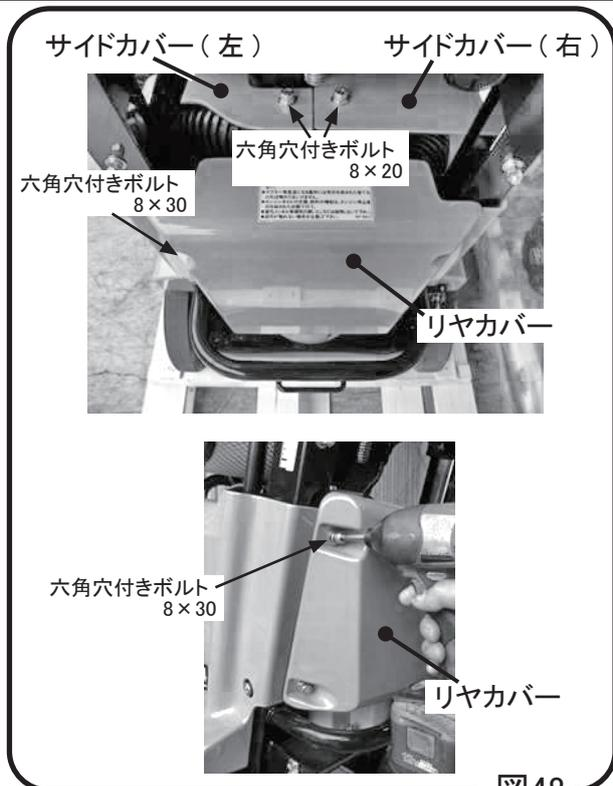

図48
- 1 外装部品を固定している、M8の六角穴付きボルトを外してください。(図48)